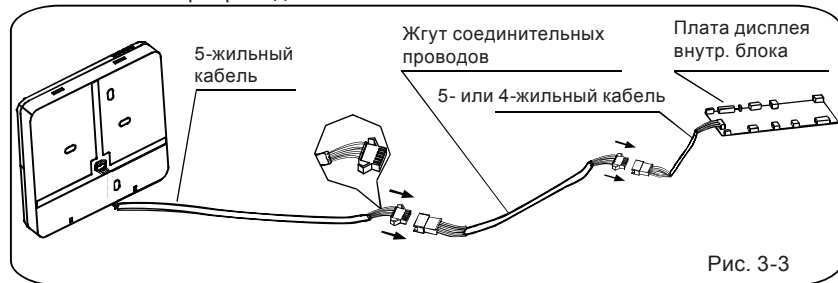

Рис. 3-3
- Соедините гнездовой разъем жгута главной платы со штекерным разъемом соединительного кабеля (рис. 3-3).
- Другой конец соединительного кабеля соедините со штекерным разъемом жгута пульта управления (рис. 3-3).